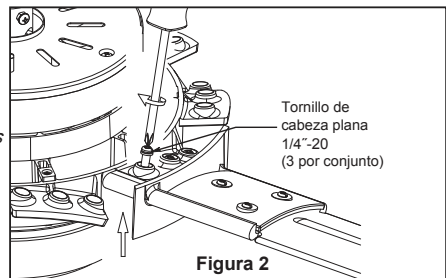

Figura 2
2. Extraiga los tres tornillos de la ensamble de la placa de iluminación. Instale el ensamble de kit de luz en al ensamble de la placa de iluminación utilizando los tornillos retirados previamente. (Figura 2)